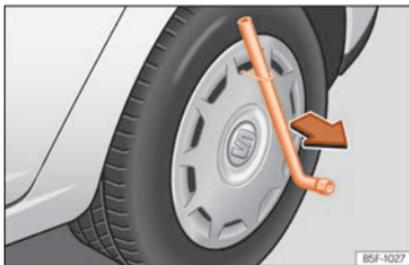

Fig. 67 Démontez l'enjoliveur intégral.
- Introduisez la clé démonte-roue dans le crochet en fil de fer » » » **fig. 67** puis tirez sur l'enjoliveur dans le sens indiqué par la flèche.